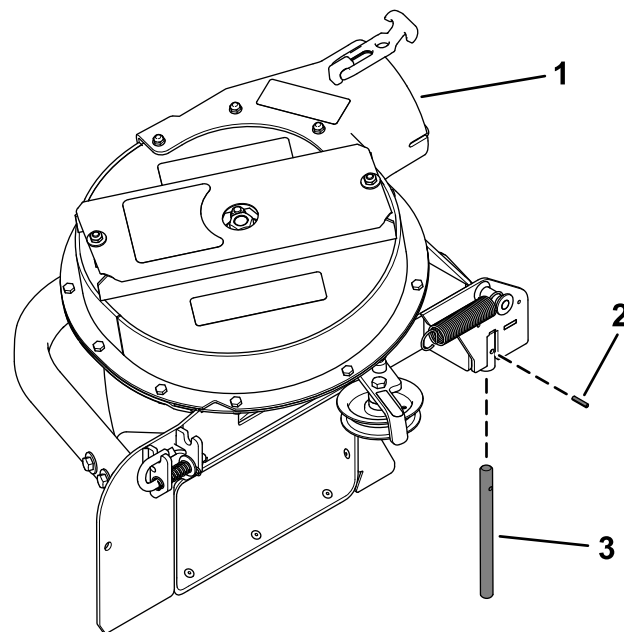
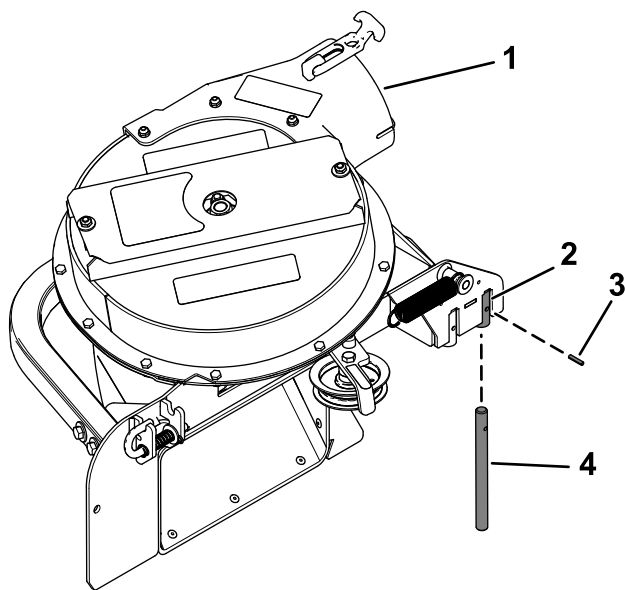

Figura 25
Figura 26
Verificate che il perno girevole sia fissato sul gruppo soffiatore nella posizione corretta (Figura 25 o Figura 26).
- Se avete un piatto di taglio da **122 cm o 132 cm**, c'è solo un singolo foro per installare il perno girevole (Figura 25).
- Se avete un piatto di taglio da **152 cm**, installate il perno girevole nel foro posteriore (Figura 26).